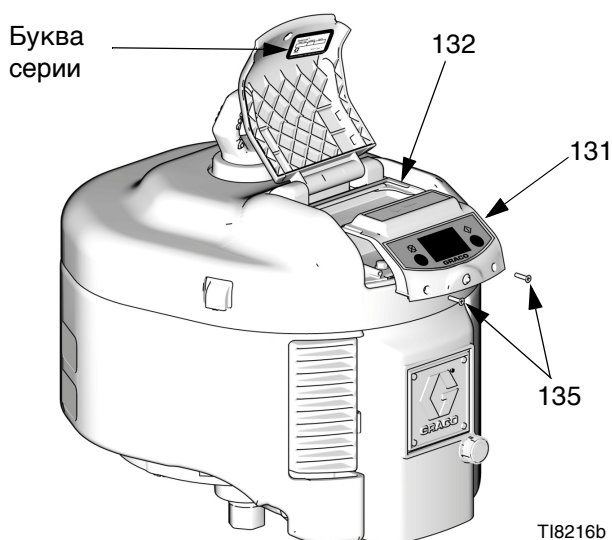

Рис. 4. Снятие модуля DataTrak
1. Раскрутите и извлеките два винта (135). Осторожно снимите модуль DataTrak (131) с корпуса (132). См. Рис. 4.
* На Рис. 4 показано, где найти букву серии.